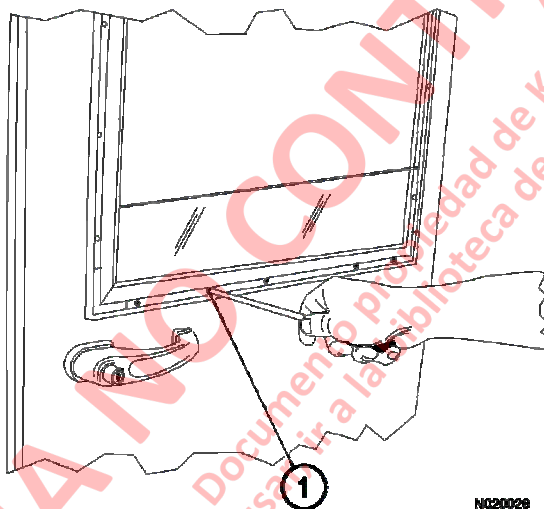

FIGURA 2-11
10. Saque el material de tapicería que cubre los pernos (1, Figura 2-11) que sujetan el marco de la ventana a la puerta. Saque los pernos.
Los pernos a lo largo de la parte inferior externa del marco de la ventana pueden ser más cortos que los que van a los lados y en la parte superior. Estos pernos se deben usar en esta área para evitar que el vidrio de la ventana se raye o se agriete. Ver Figura 2-11.